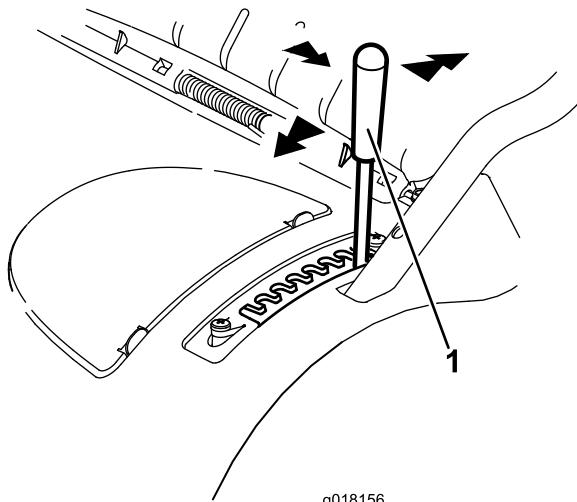

Figura 11
- Segure a alavanca e puxe-a para os lados para a desengatar da aleta de bloqueio (Figura 11).
- Empurre-a para a frente para baixar ou puxe-a para trás para subir a altura de corte (Figura 11).
- Solte a alavanca na posição desejada e certifique-se de que bloqueia firmemente em uma das oito aletas (Figura 11).